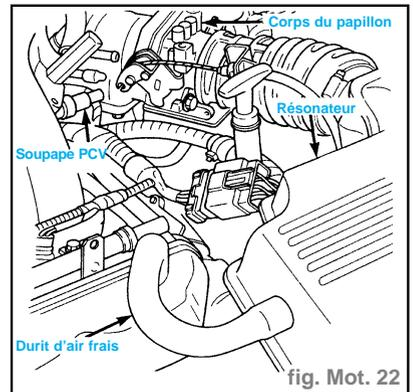

fig. Mot. 22
- vérifier l'état des connexions du système PCV (recyclage des gaz du carter d'huile) (fig. Mot. 22),